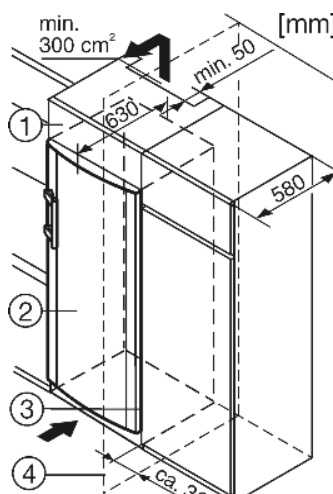

Fig. 8
Устройство может быть окружено предметами кухонной обстановки. Чтобы уравнивать устройство *Fig. 8 (2)* по высоте с кухонной стенкой, можно установить над устройством соответствующий дополнительный шкафчик *Fig. 8 (1)*.
При комбинировании с обычными кухонными шкафами (глубина макс. 580 мм) устройство можно установить непосредственно рядом с кухонным шкафом *Fig. 8 (3)*. Дверца устройства выступает по сторонам на 34 мм и по центру устройства на 50 мм относительно передней стенки кухонного шкафа. Поэтому ее можно свободно открывать и закрывать.
Если устройство установлено на шарнирах у стены *Fig. 8 (4)*, то расстояние между устройством и стеной должно быть не менее 36 мм. Настолько выступает ручка при открытой дверце.